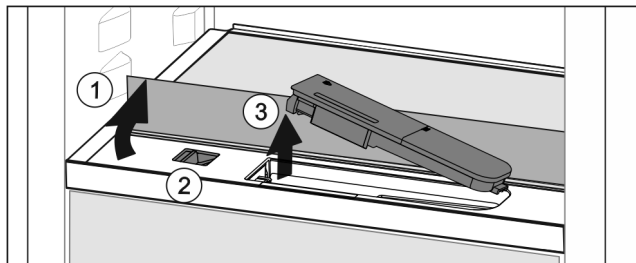

Fig. 87
- ▶ Lyft glashyllan och fäll bak den till anslag Fig. 87 (1).
- ▶ Skjut reglaget Fig. 87 (2) åt vänster.
- ▶ Ta ut vattenbehållaren Fig. 87 (3).